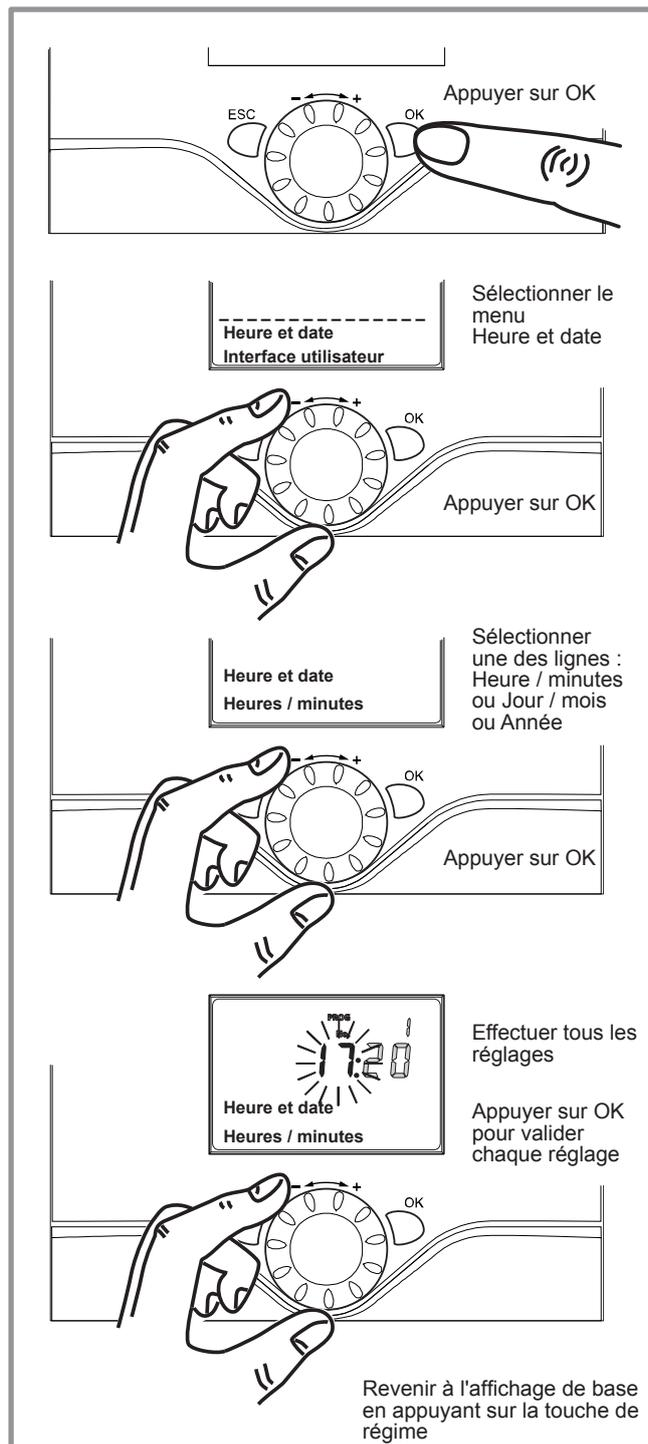

Figure 7 - Réglage de l'heure et de la date
- Régler l'heure et la date en cours (fig. 7).